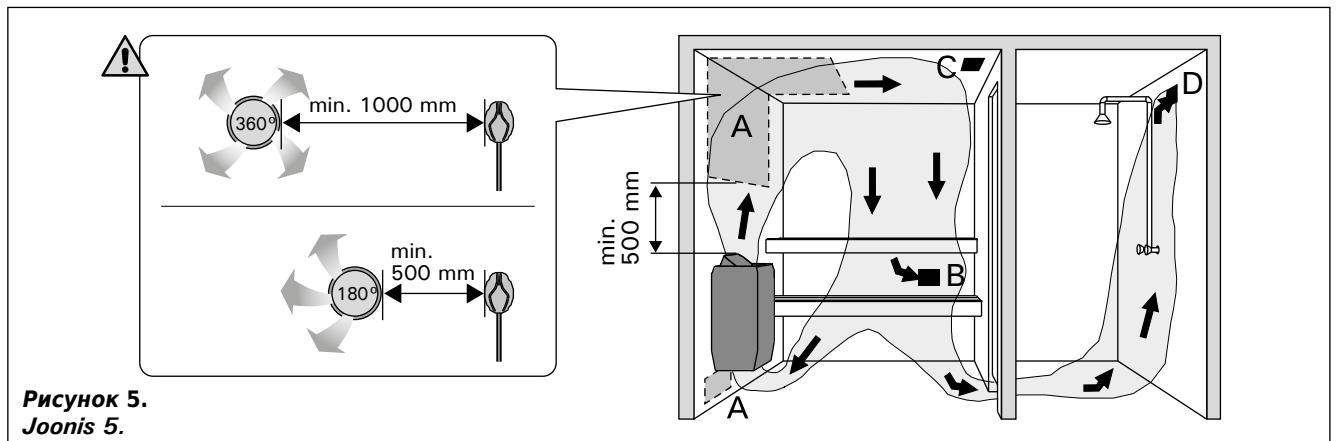

Рисунок 5.
Воздух в сауне должна заменяться шесть раз в час. На рис. 5 показаны варианты вентиляции сауны.
**Вентиляционное окно не должно охлаждать температурный датчик. См. рис. 5.**